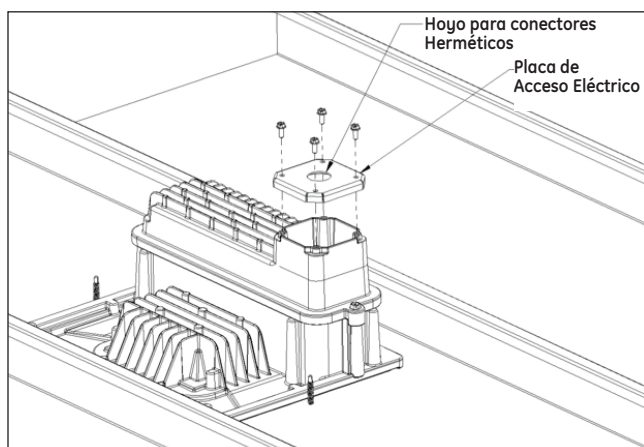

FIGURA 4
1. Conecte la luminaria a la fuente de poder, donde negro es línea, blanco es neutral y verde es puesta a tierra. Coloque la placa de acceso eléctrico con empaque en contra el aparato y apriete con el equipo proporcionado. Use conectores herméticos (no incluidos) para formar un sello contra agua para la luminaria. (Vea la figura 4).